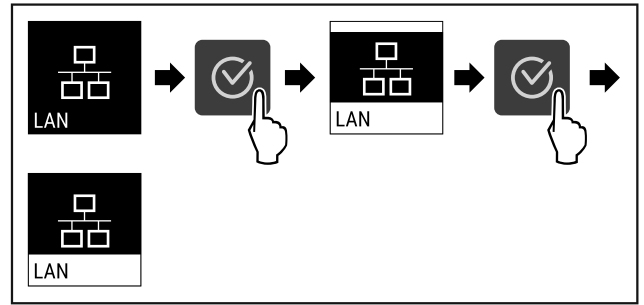

Fig. 92
- ▶ Atlikite veiksmus (žr. Fig. 92).